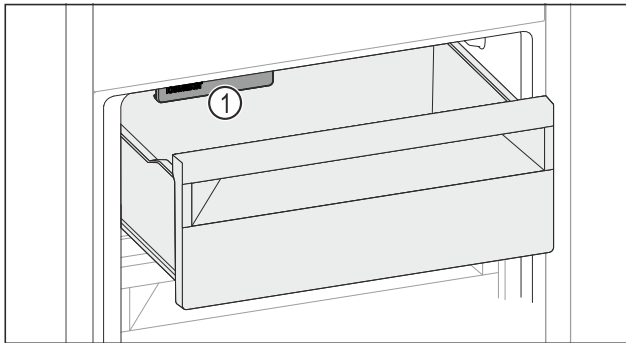

Fig. 61
- Lebensmittel in Schubfach einlegen. Wenn Sie Lebensmittel in der linken Schubfachseite einlegen: IceMaker Fig. 61 (1) berücksichtigen.